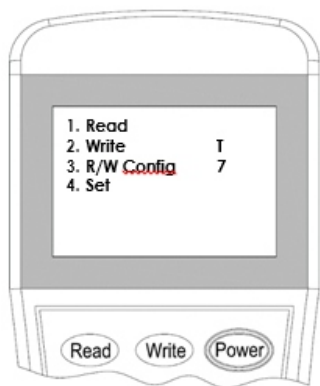

Figura 12
2. Ligue o programador e pressione o botão “3” para entrar no modo de configuração (Figura 12).